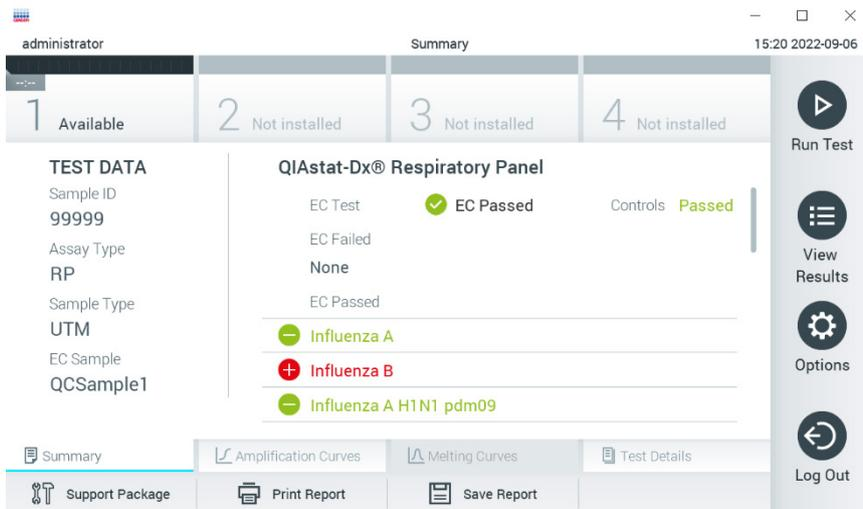

Figura 97. Pantalla de resumen de resultados de EC.
12. Una vez que se ha expulsado el cartucho de ensayo QIAstat-Dx, aparecerá la pantalla de resultados Summary (Resumen; figura 97). Para obtener información más detallada, consulte la sección 8.3.